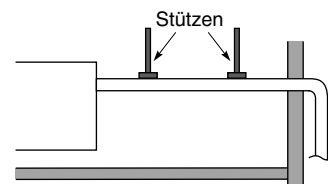

Abb. 3-86
- Beim Anbringen des Ablaufrohrs an der Einheitsseite nicht mit Gewalt vorgehen. Ebenso darf das Rohr nicht ohne Abstützung von der Anschlussstelle an der Einheit herabhängen. Das Rohr daher an einer Wand, einem Rahmen oder einer anderen Stelle so nah wie möglich zum Gerät befestigen. (Abb. 3-86)